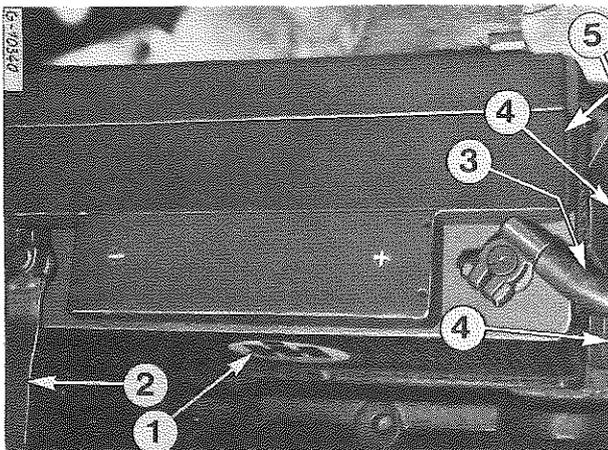

Figure 106
La batterie est située derrière la calandre - Fig. 106.
La batterie ne peut être retirée que moteur arrêté. Débranchez d'abord le câble de masse (2) Fig. 106 puis le câble de la borne (+)(3). Desserrez les vis de fixation (4) et ôtez la batterie.